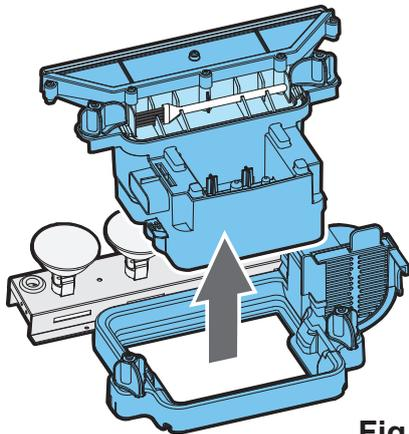

Fig. 10
6. Levante suavemente el sumidero, teniendo cuidado de mantenerlo nivelado para no derramar agua. Deje el conjunto en el fregadero. (Consulte la fig. 10)